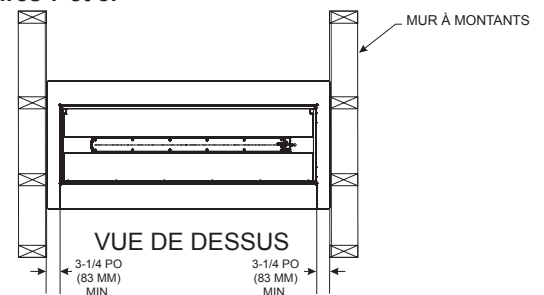

Figure 7
- Avec un boîtier partiel qui comprend un couvert aérien, mais pas plus de deux parois latérales. Ces parois latérales peuvent être parallèles, comme dans un passage couvert. **Voir Figures 7 et 8.**